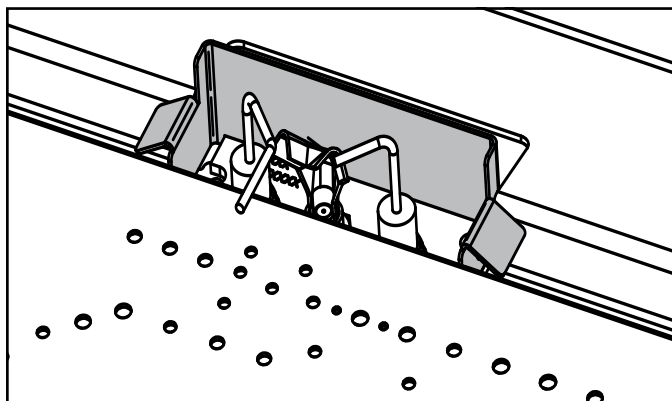

Figure 9.6 L'écran de protection de la veilleuse installé
5. Pliez les languettes latérales vers le bas à un angle supérieur à 90 degrés pour les fixer en position, comme illustré à la figure 9.6.